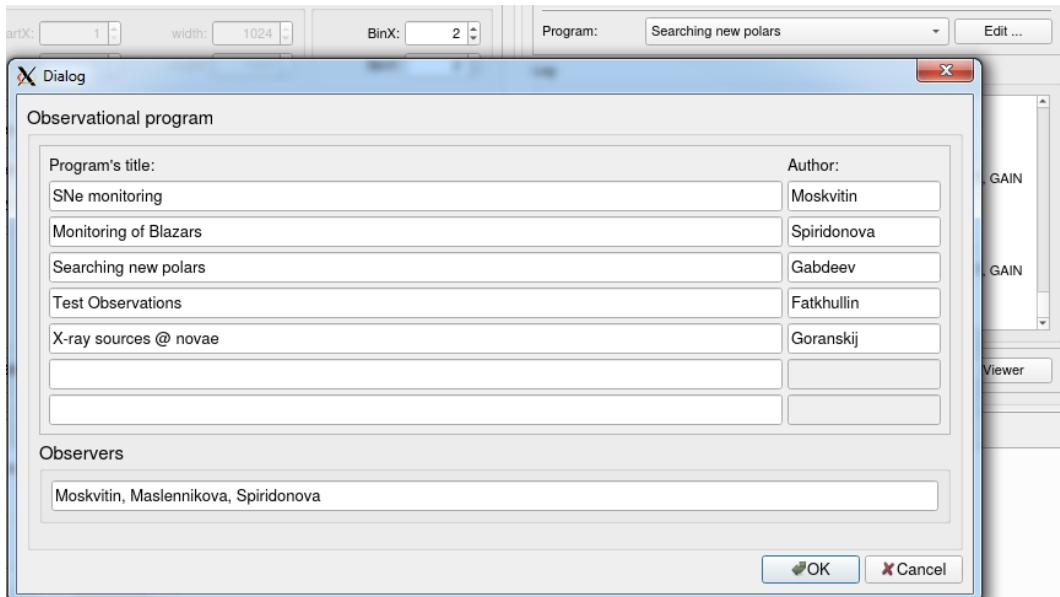

Рис. 34: Диалог выбора наблюдательных программ.
2. Заполнить диалог выбора наблюдательных программ, вызвав его в поле „Program“ кнопкой „Edit“ (рис. 34): ввести названия и авторов программ и наблюдателей, нажать кнопку „Ok“; выбрать программу из только что сохраненного выпадающего списка.